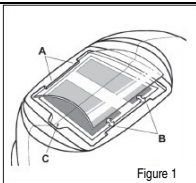

Figure 1
Remplacement du verre de protection avant : Remplacer le verre de protection avant s'il est endommagé (fissuré, souillé ou piqué). Introduire un doigt dans le renforcement (C) sur le bord inférieur du verre de protection et incliner le verre vers le haut jusqu'à ce qu'il se dégage des bords repérés A et B (voir la figure 1).